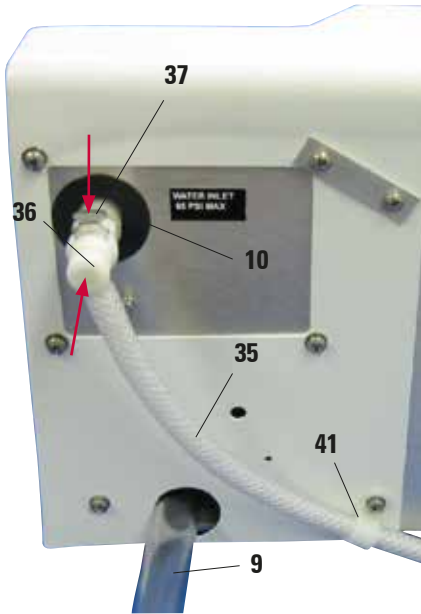

Fig. 21
- Før spildevandsslangen (9) ned en egnet opsamlingsbeholder eller et spildevandskar. Kontrollér, at der ikke er knæk på slangen, og at vandet kan løbe frit nedad.
- Tilslut derefter skyllevandet (35) til farvningsautomaten.
- Tryk koblingen (36) ind i indløbet (10) på apparatet, til det klikker fast. Slangen frakobles ved at trykke på pladen (37) og trække koblingen bagud.
- Fastgør slangen på apparatet ved hjælp af klemmen (37) som vist i fig. 21.